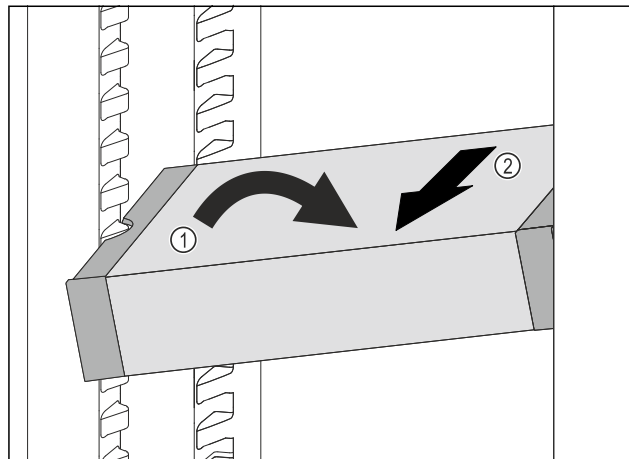

Fig. 69
- ▶ VarioSafe postavte v chladničke šikmo. Fig. 69 (1)
- ▶ VarioSafe vyberte dopredu. Fig. 69 (2)